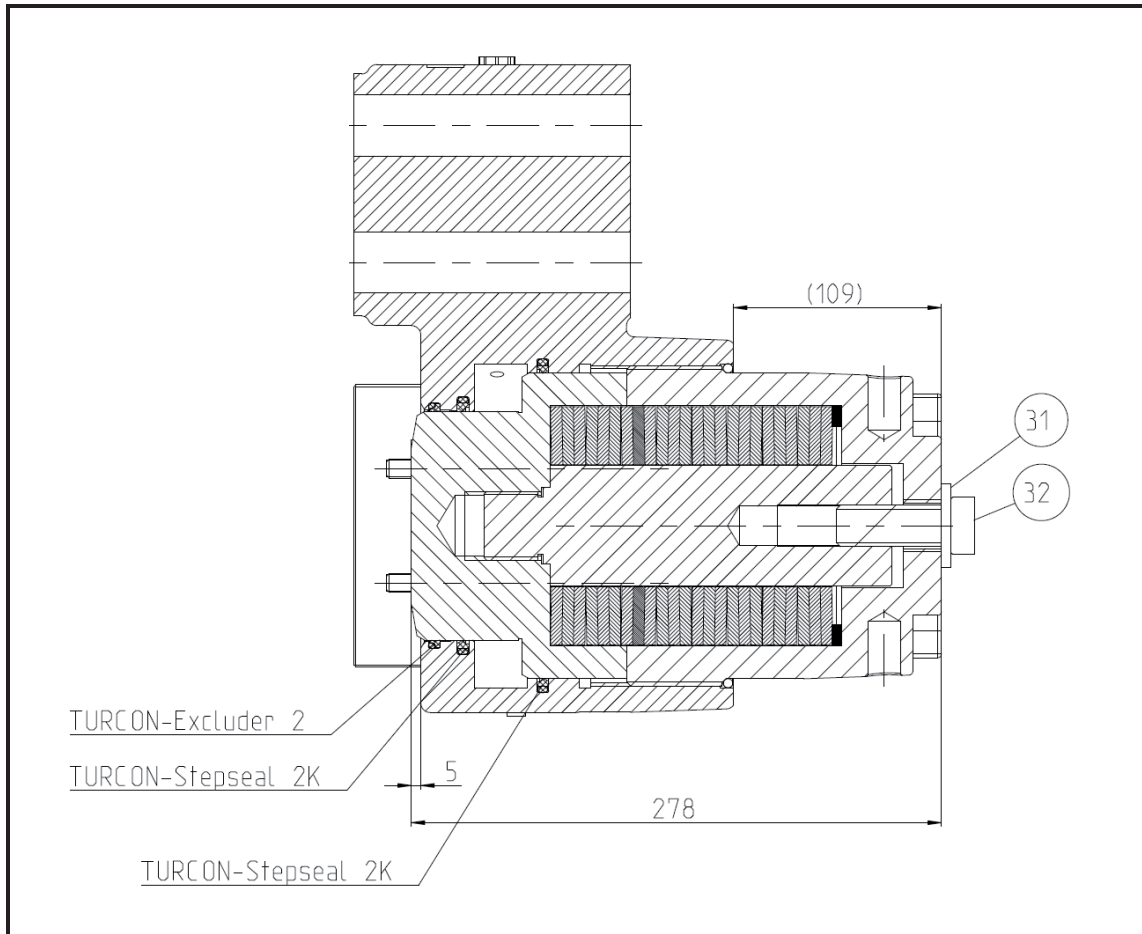
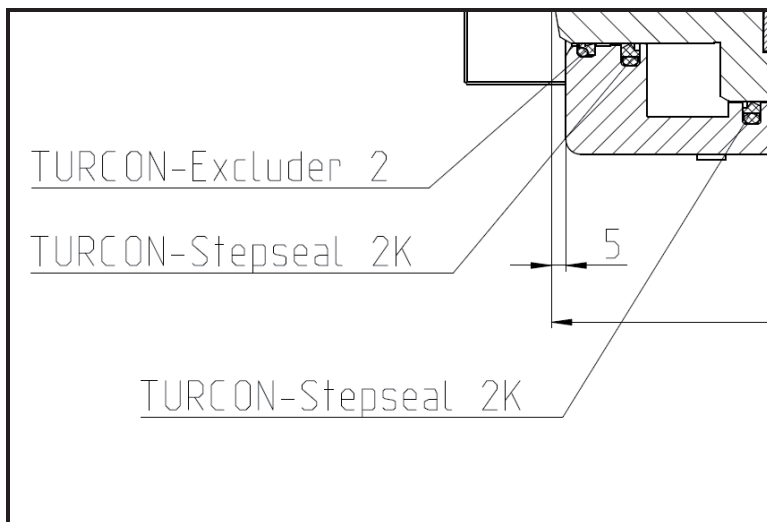

Bild. 11.2
Bild. 11.3
- Entfernen Sie den Turcon-Excluder 2 Pos. 5, anschließend den Turcon-Stepseal 2K Pos. 4 und Pos. 28 Turcon-Stepseal 2K RSK301600-T46N aus dem Bremsgehäuse Pos. 2. Setzen Sie die neue Dichtung in das Bremsgehäuse ein. Achten Sie hier auf die richtige Einbaulage der Dichtung siehe Bild 11.3. Der Einbau sollte nur mit der Hand erfolgen, damit die Dichtkante nicht beschädigt wird. Für den leichteren Einbau kann die Dichtung in eine Nierenform gebogen und in die Nut gelegt werden. Ölen Sie die Dichtung leicht ein. Drücken Sie den Kolben mit einer Presse oder treiben Sie ihn durch Schläge mit einem Kunststoffhammer zentrisch in die Zylinderbohrung bis zum Anschlag ein. Anschließend montieren Sie wieder Tellerfedern, Passscheiben und Federaufnahme. Bei der Montage beachten Sie das Maß 5 und 278 nach Bild 11.2. Danach geben Sie Öldruck auf das Bremsattel und sichern die geöffnete Stellung mit der Sicherungsschraube Pos. 32.